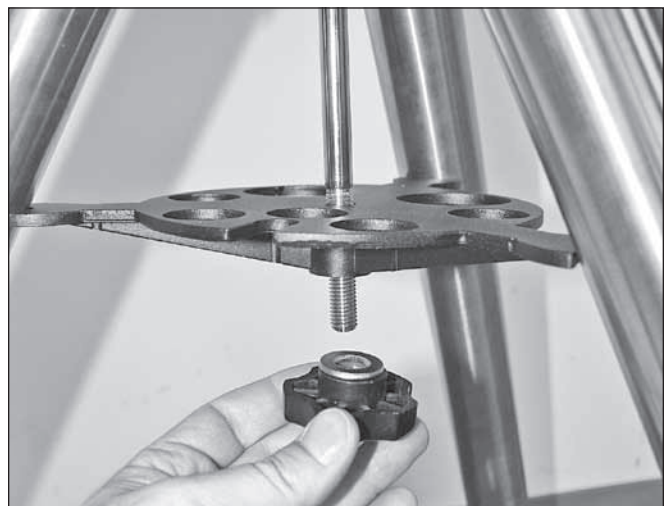

Figura 3. Installazione del divaricatore delle gambe del treppiede, che funge anche da vassoio per oculari/portaccessori.
1. Rimuovere la manopola e la rondella dalla parte inferiore del perno di supporto centrale. Infilare il vassoio di supporto del treppiede dal basso nel perno e spingerlo verso l'alto finché i tre bracci del vassoio toccano le gambe del treppiede. Il lato piatto del vassoio di supporto deve essere rivolto verso l'alto. Assicurarsi che la "V" di ciascun braccio del vassoio sia contro una gamba del treppiede. Infilare la rondella sul perno di supporto centrale contro il vassoio, quindi avvitare la manopola lungo il perno di supporto centrale fino a serrarla contro il vassoio (**Figura 3**). Il vassoio di supporto del treppiede rende il treppiede più stabile e può contenere fino a cinque oculari da 32 mm e due oculari da 51 mm.